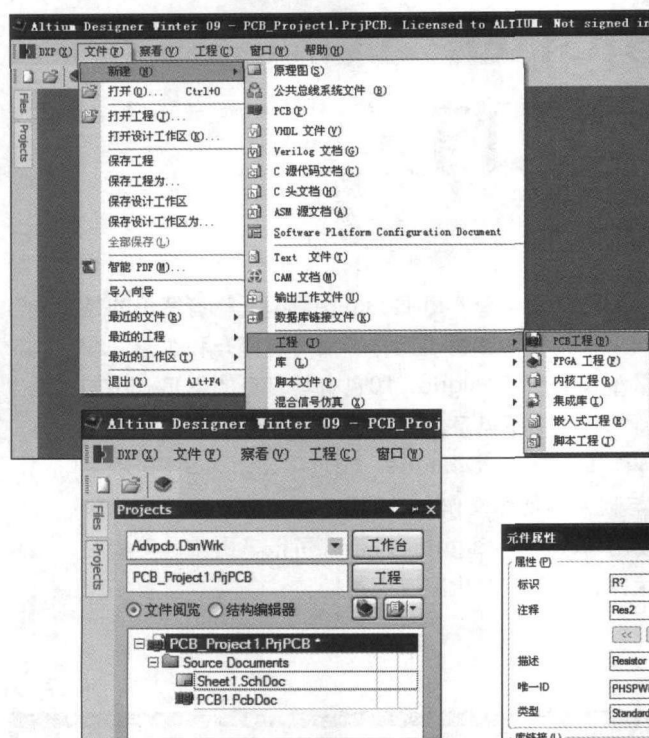

图3
(3) 单击菜单“文件\新建\工程\PCB工程”就建立了一个PCB项目，同时这个项目出现在项目面板上见图3。
从图3中可以看到，Altium Designer 10 文件的管理模式类似于树形结构，最上层（工作台）是项目工作区名称（注意工作区不是文件夹，而是一种文本文档，保存的是一种工作状态信息与链接关系），下面是已建的项目名称，每个工作区可以管理多个项目，包括PCB项目与FPGA项目。每个项目下是与其关联的文档包括原理图文档和PCB文档等。
(1) 打开集成库项目，如系统自带的“F:\AD 09 USER\Library\Miscellaneous Devices.Intlib”，按提示操作“摘录源信息、打开已有的集成库项目”，这时集成库就出现在了项目面板中如图3所示。Miscellaneous Devices.LIBPKG是系统为其自动建立的同名集成库项目包名称，下面的*.schlib就是原理图库，*.Pcblib就是与之关联的封装库，还可以在此为其添加更多的封装库。单击原理图库名称打开库编辑器，在这个环境中编辑元件。环境设置主要是栅格设置，方法与原理图绘制中的设置类同。利用放置和工具菜单中的相关命令可以对元件几何图形及管脚进行编辑修改。注意的是在满足国家技术标准的前提下，图形符号要美观、尺寸适度、位置要与栅格线对称，元件的管脚长度可以不为10，但一定要使元件管脚的节点处在栅格相交点上。按SCH library面板模型区下方的添加按钮打开查找库文件对话框，可以为被编辑的元件添加更多的封装模型，这些模型可以是*.PCBlib库中的所有模型见图7。
(2) 编辑完成后利用菜单“工程\Compile Integrated Library *.LIBPKG”(*代表的是正在编辑的集成库包项目名